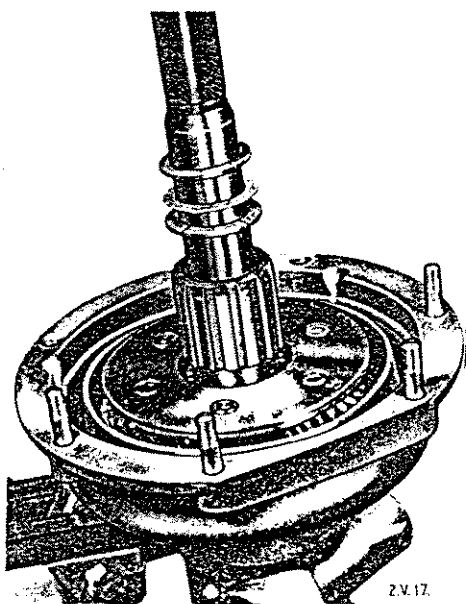
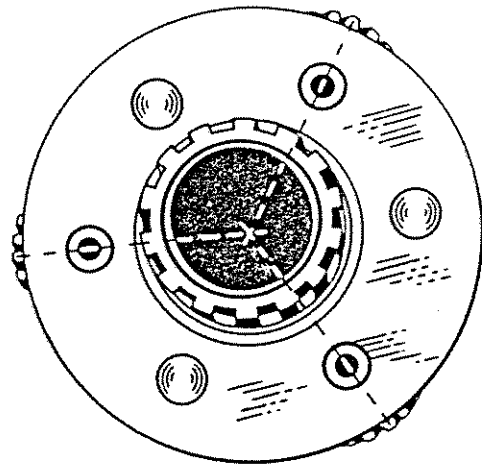
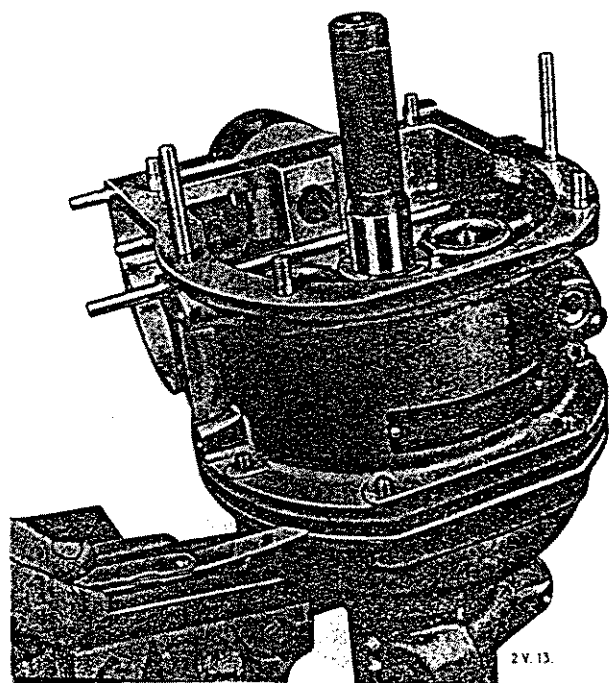

Abb. 18 Einbau der Sonnenrad-Anlaufscheiben. Die Extra-Anlaufscheibe der bekannten Stärke beachten.
Abb. 19 Anordnung der Markierungen auf den Planetenrädern nach dem Anbau an das Sonnenrad
Abb. 20 Ausmessen des Sonnenrad-Axialspieles
Das hintere Gehäuse (39), wie in Abb. 18 gezeigt, in einen Schraubstock spannen, die Hilfs-Hauptwelle (Werkzeug Nr. L 185A) durch die Walzenkupplung einführen und folgende Teile in der aufgeführten Reihenfolge zusammensetzen:
- Anlaufscheibe (25)
- Planetenträger (26) und Sonnenrad (24), wobei die gekennzeichneten Zähne der Planetenräder radial nach außen zeigen müssen (siehe Abb. 19)
- Anlaufscheiben (18) und (17), sowie eine zusätzliche Scheibe der bekannten Stärke
- Bremsring (83)
- vorderes Gehäuse (67)
Den Abstand zwischen den Flanschen des Bremsringes (83) und dem hinteren Gehäuse (39) wie auf Abb. 20 dargestellt ausmessen.